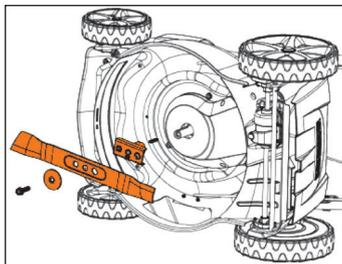

Рис. 18
- Для замены ножа (Рис. 18) положите ее набок.